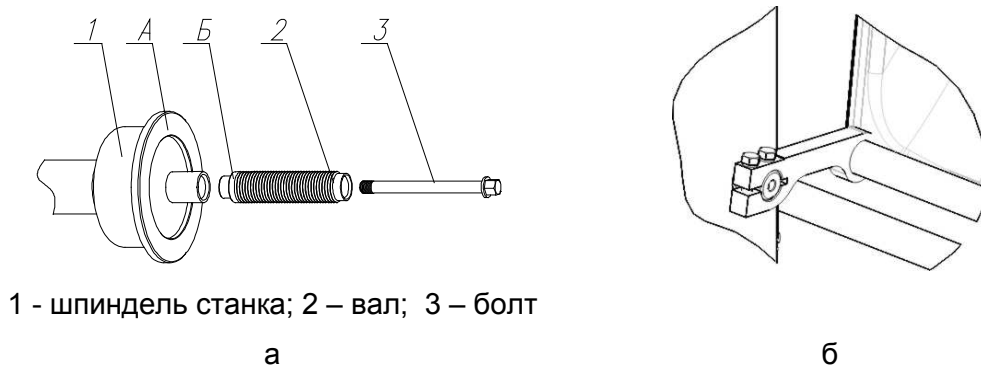

Рисунок 4.3
4.2.4 Закрепить защитный кожух на корпусе станка двумя болтами (рисунок 4.3б).